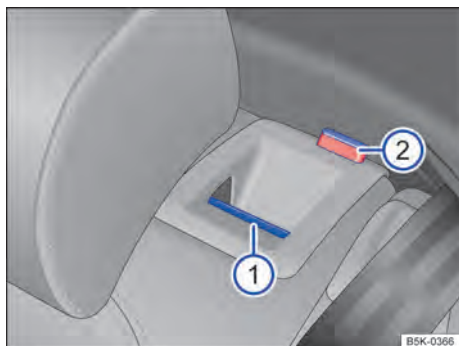

Fig. 65 No encosto do banco traseiro: botão de destravamento.
- Puxar o botão de destravamento → **Fig. 65**  para frente e, ao mesmo tempo, rebater o encosto do banco traseiro para frente.
- A respectiva parte de encosto do banco traseiro estará destravada quando a marcação vermelha → **Fig. 65**  estiver visível.
- A marcação vermelha → **Fig. 65**  não pode mais estar visível.